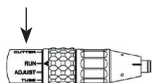

Figura 1
1. Far ruotare la ghiera di blocco del terminale per allineare la freccia alla dicitura "ADJUST" (Figura 1).
3. Far ruotare la ghiera di blocco del terminale per allineare la freccia alla dicitura "RUN" (Figura 1).
1. Far ruotare la ghiera di blocco del terminale per allineare la freccia alla dicitura "CUTTER" (Figura 1).
3. Far ruotare la ghiera di blocco del terminale per allineare la freccia alla dicitura "TUBE" (Figura 1).